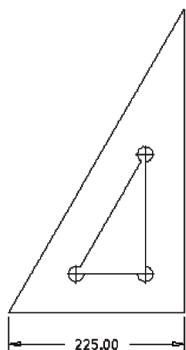

图 4-33 打开模型文件
STEP 01 单击快速访问工具栏中的“打开”按钮, 打开模型文件, 如图 4-33 所示。